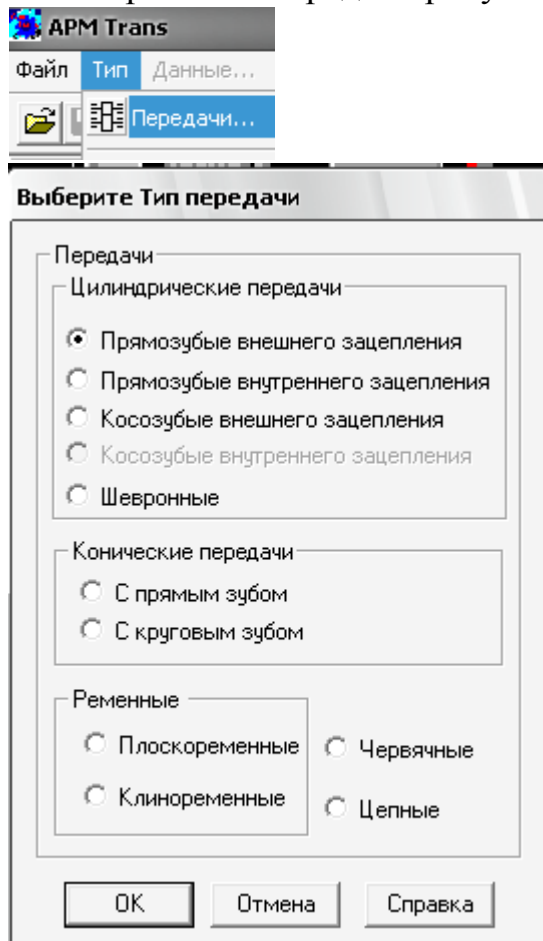

рисунок 1 – Меню выбора типа передачи
1. Выбрать тип передачи рисунок 1.